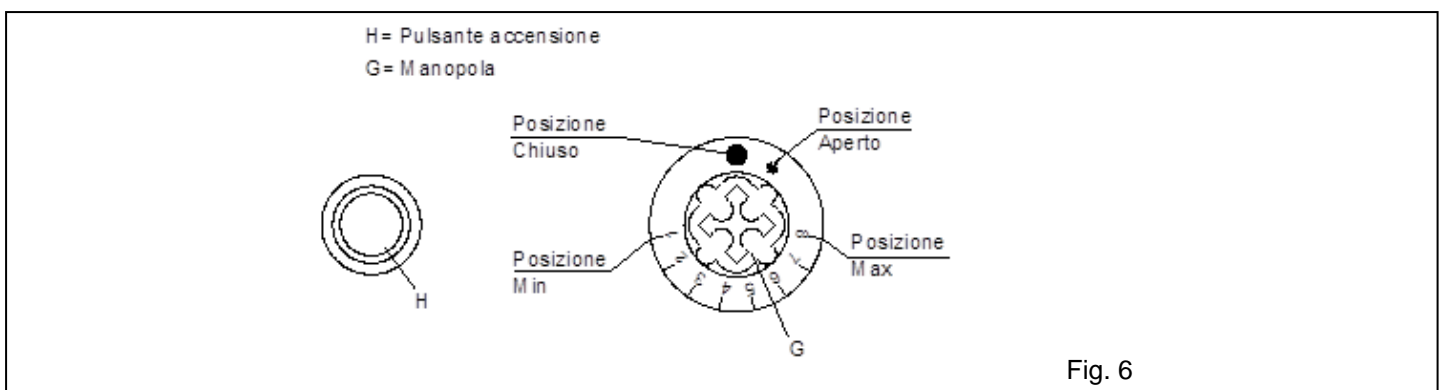

Fig. 6
6.1 Accensione della fiamma pilota (Fig. 6)
Per spegnere la fiamma pilota e il bruciatore principale, girare la manopola sulla posizione “spento”. (Fig. 6).